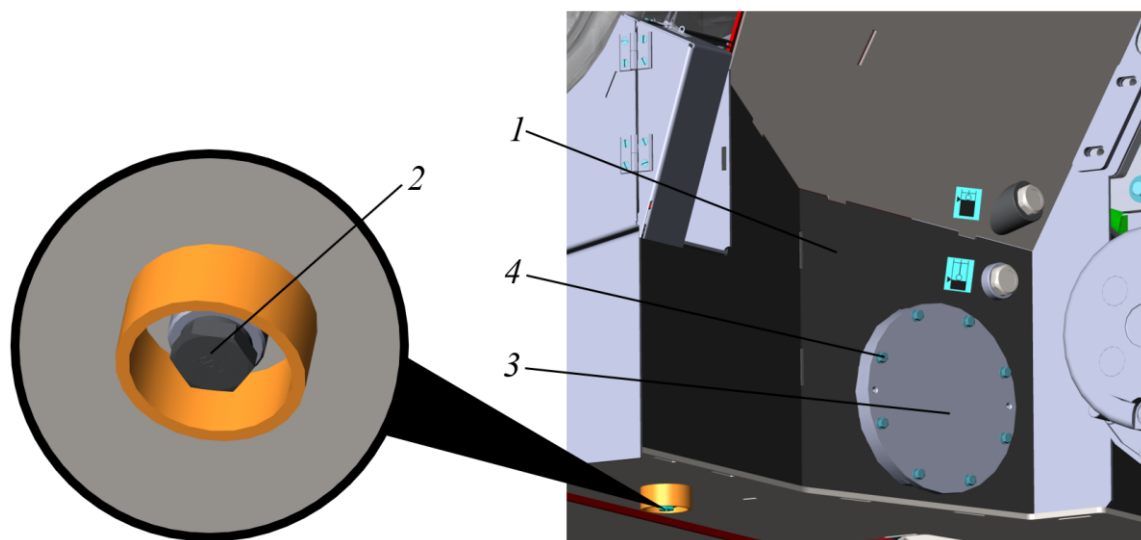

Рисунок 5.46 Сливная пробка
- ▶ Под сливной пробкой 2 (рис. 5.46) гидробака разместить емкость необходимого объема. Примерный объем масла в гидробаке – 100 л.
- ▶ Установить крышку 3 на бак 1, рис. 5.46. Крышку на баке закрепить используя крепеж 4 (8 шт.). Болты затянуть моментом 20...23 Н*м.
- ▶ Проконтролировать соединение крышки 3 с корпусом бака 1 на герметичность (следы подтекания и намокания не допустимы), рис. 5.46.